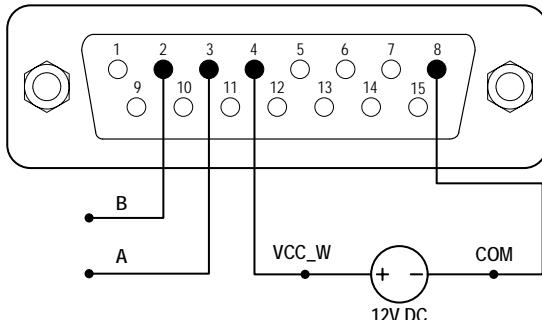
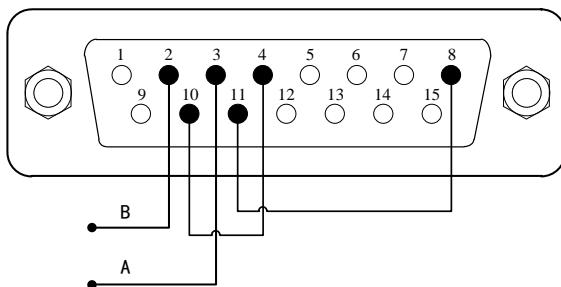

Abbildung 53: Start/Stopp-Steuerung mit einer externen 12V-Stromquelle
Abbildung 54: Start/Stopp-Steuerung mit der internen 12V-Stromquelle
- 1) Schalten Sie die Pumpe aus und schließen Sie den DB15-Stecker gemäß den Schaltplänen in Abbildung 53 oder Abbildung 54 an. Verbinden Sie ihn mit dem DB15-Anschluss auf der Rückseite der Pumpe.